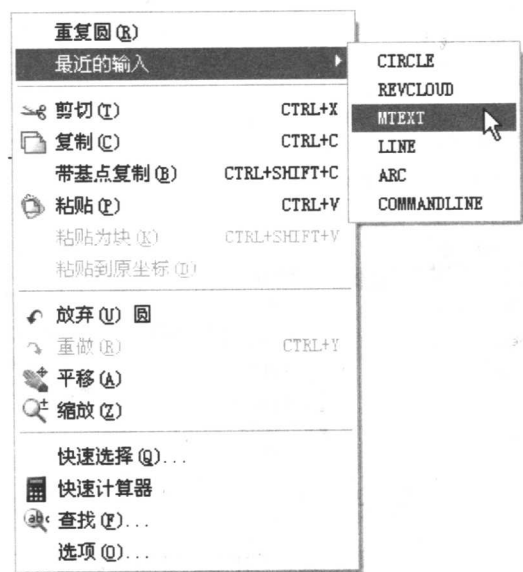

图 1-6 鼠标空闲时的绘图区快捷菜单
① 在绘图区域内鼠标空闲时。鼠标空闲时，在绘图区右键调出的快捷菜单如图 1-6 所示。其中包括这样几大类：重复命令、复制/粘贴、放弃与重做、平移与缩放、快速工具（选